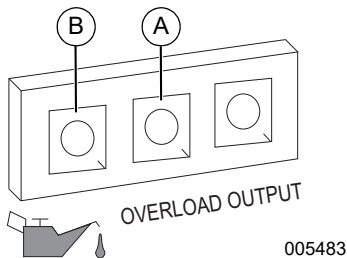

Figura 3-3. Fallo de apagado
NOTA IMPORTANTE: No sobrecargue el generador ni las tomas de corriente individuales del panel. Consulte la Figura 3-3. Si se produce una sobrecarga, el LED de sobrecarga (A) se iluminará y la salida de CA se detendrá. Para corregir este problema, consulte Luces de estado del generador. Lea la sección Conozca los límites del generador detenidamente.
El motor está equipado con un sensor de nivel de aceite bajo que apaga el motor automáticamente cuando el nivel de aceite cae por debajo de un nivel especificado para evitar que el motor se dañe. Consulte la Figura 3-3 \(B\). El motor no funcionará hasta que se añada aceite hasta el nivel adecuado.